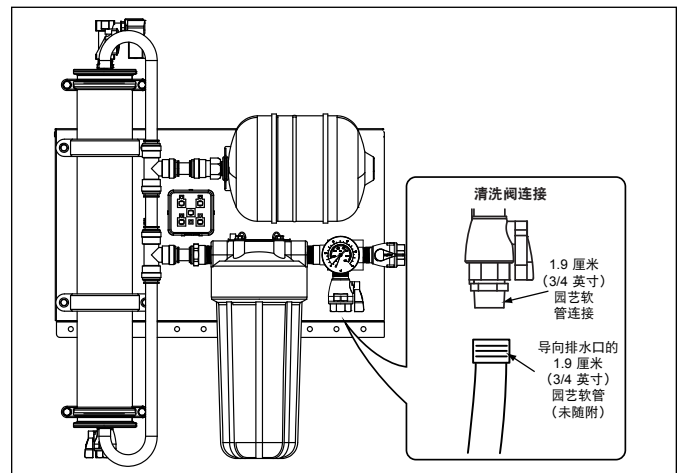

图 5. 清洗阀连接
3. 将软管的另一端导至排水孔（图 5）。针对硬质排水管道，推荐使用 O 形圈密封接头（未随附）。
- 排水管路配管必须放置并固定于排水管上方至少 5.1 厘米（2 英寸）（图 5）。该气隙可防止排水口淤积时污染系统。